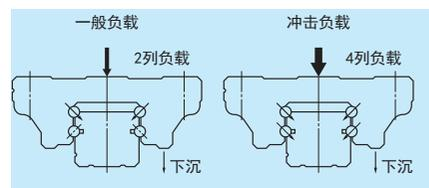

图5 抗冲击性
(1) 高精度、高质量。
(2) 高可靠性和长寿命。
(3) 品种齐全，可以满足各种用途的要求。
(4) 通过开发可互换的产品，实现了缩短交货期。
(5) 具有高静态负载容量（耐冲击性）（专利）
- 滚珠型直线导轨通过采用哥特式沟槽，在超高负载（冲击负载）的情况下，即使通常不承受载荷的非接触面，也能够承受高冲击载荷。（图 5）
(6) 超高负载容量系列的推出。